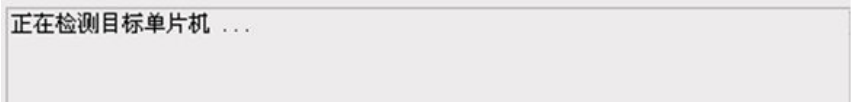

图 4. 等待单片机上电
4. 依次设定了前面 3 项后，其他硬件选项不需要更改，即可以按【下载/编程】按钮，将程序机器码下载到芯片中运行。注意此时在 STC-ISP 程序的右下角窗口会出现（图 4）：